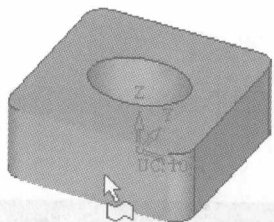
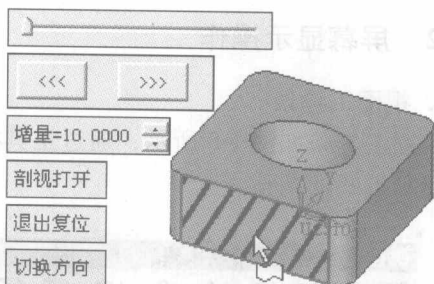
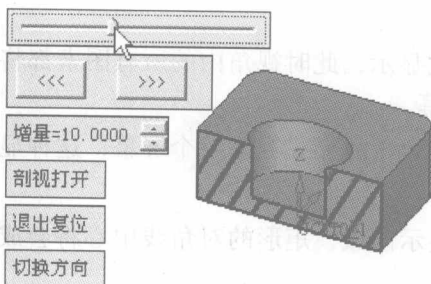
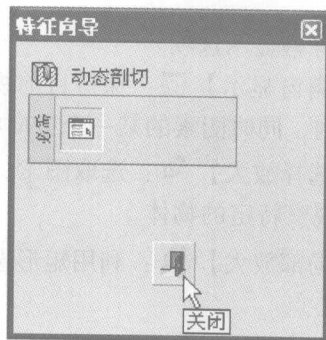

图 1-6
图 1-7
图 1-8
图 1-9
①【动态剖切】的操作: 选择【动态剖切】的命令, 系统弹出【特征向导】; 选择要作为剖切的面(见图 1-6), 就会弹出参数设置对话框, 剖切面变化为带剖面线的面, 如图 1-7 所示。移动滑块观察动态变化剖切位置, 如图 1-8 所示, 点击特征向导的【关闭】将退出动态剖切, 如图 1-9 所示。